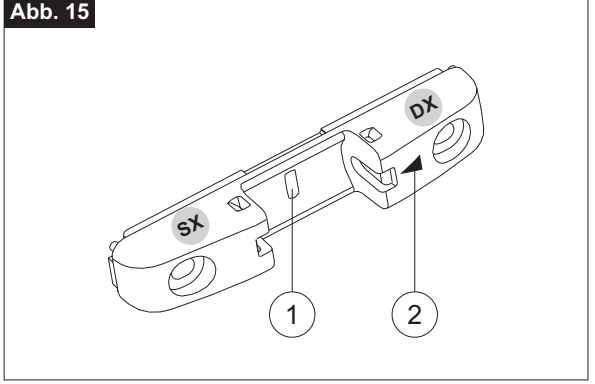

Abb. 16
- 4) **Abb. 16-** Die Schnellkupplung auf eine Mindesthöhe von 10 mm vom Rahmen positionieren und die Bohrungspunkte markieren;